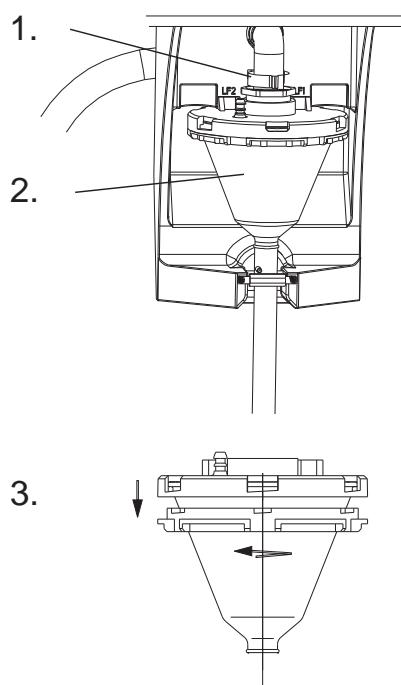

Fig. 50: Pulizia dell'unità di dosaggio
1. Bicchiere dosatore: montare come descritto nella Fig. 50: "Pulizia dell'unità di dosaggio"